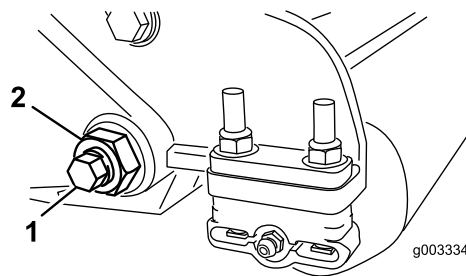
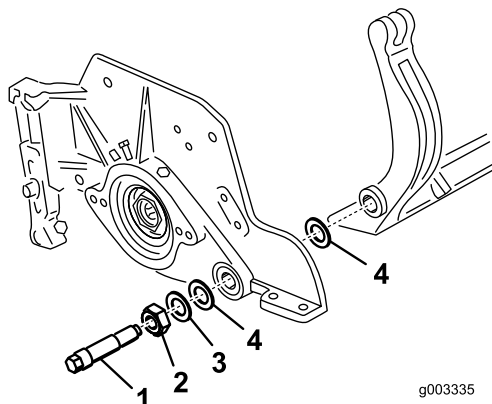

Figure 30
Figure 31
3. De chaque côté de la machine, desserrez le contre-écrou de fixation du boulon de la barre d'appui (Figure 30).
4. Retirez les boulons de la barre d'appui afin de pouvoir abaisser la barre et la déposer du boulon de la machine (Figure 30). Mettez de côté 2 rondelles en nylon et 1 rondelle en acier estampé à chaque extrémité de la barre d'appui (Figure 31).
4. Placez une rondelle en acier à l'extérieur de chaque rondelle en nylon (Figure 31).